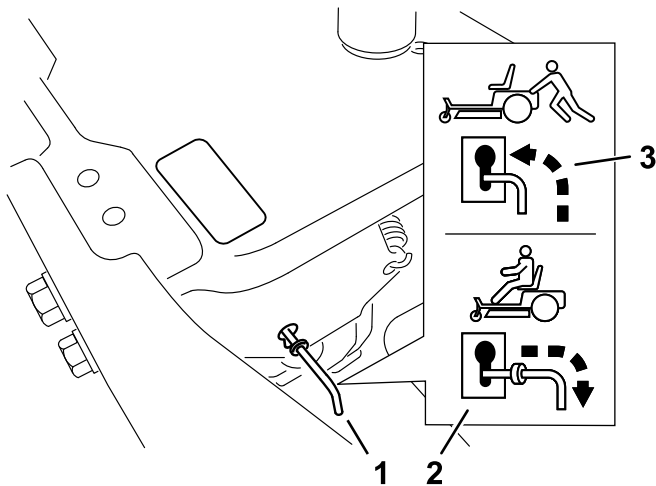

Bild 32
4. Schieben Sie die Bypasshebel nach vorne durch das Schlüsselloch und nach unten, um sie zu arretieren (Bild 32).
Schieben Sie die Bypasshebel nach hinten durch das Schlüsselloch und nach unten, um sie zu arretieren, wie in Bild 32 abgebildet.